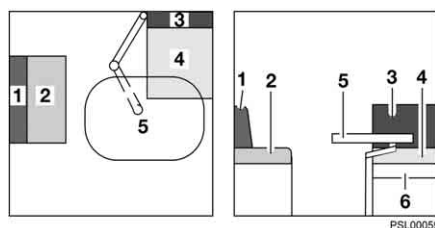

Fig. 46 Avant la transformation
- Convertir la table (Fig. 46,5) en sommier de lit (voir paragraphe 7.6).